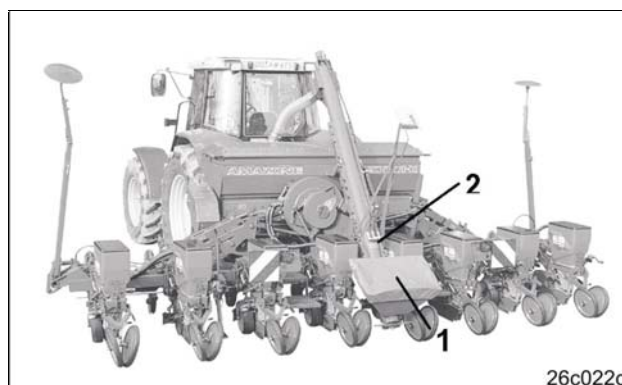

Рис. 155
- Снимите защитный тент (Рис. 155/1) с загрузочной воронки.
- Включите привод загрузочного шнека посредством трехходового блокировочного крана (Рис. 155/2) загружайте шнек через воронку.
- Переместите трехходовой блокировочный кран (Рис. 155/2) и выключите, таким образом, привод загрузочного шнека.